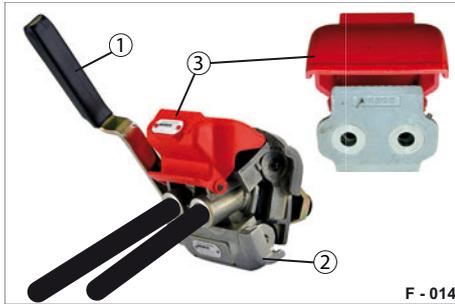

Abb. 19 Duo-Matic, abgekuppelt
- ▶ Ziehen Sie den Handgriff (Abb. 19/1) der Duo-Matic Schnellkupplungsdose nach oben und ziehen Sie den Kupplungskopf (Abb. 19/3) unter dem Schutzdeckel hervor.